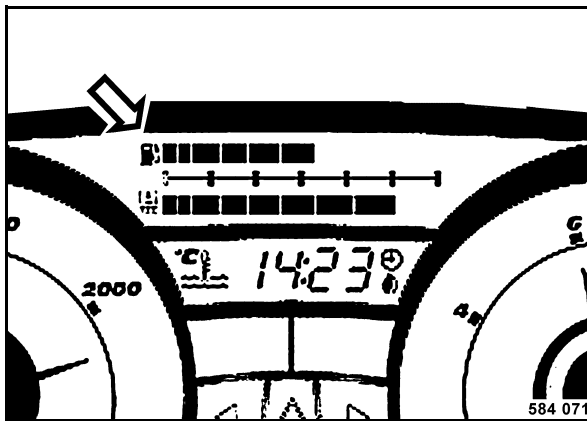

Fig. 107
- Comprobar el nivel de combustible con el encendido conectado por la indicación de combustible (Fig. 107).